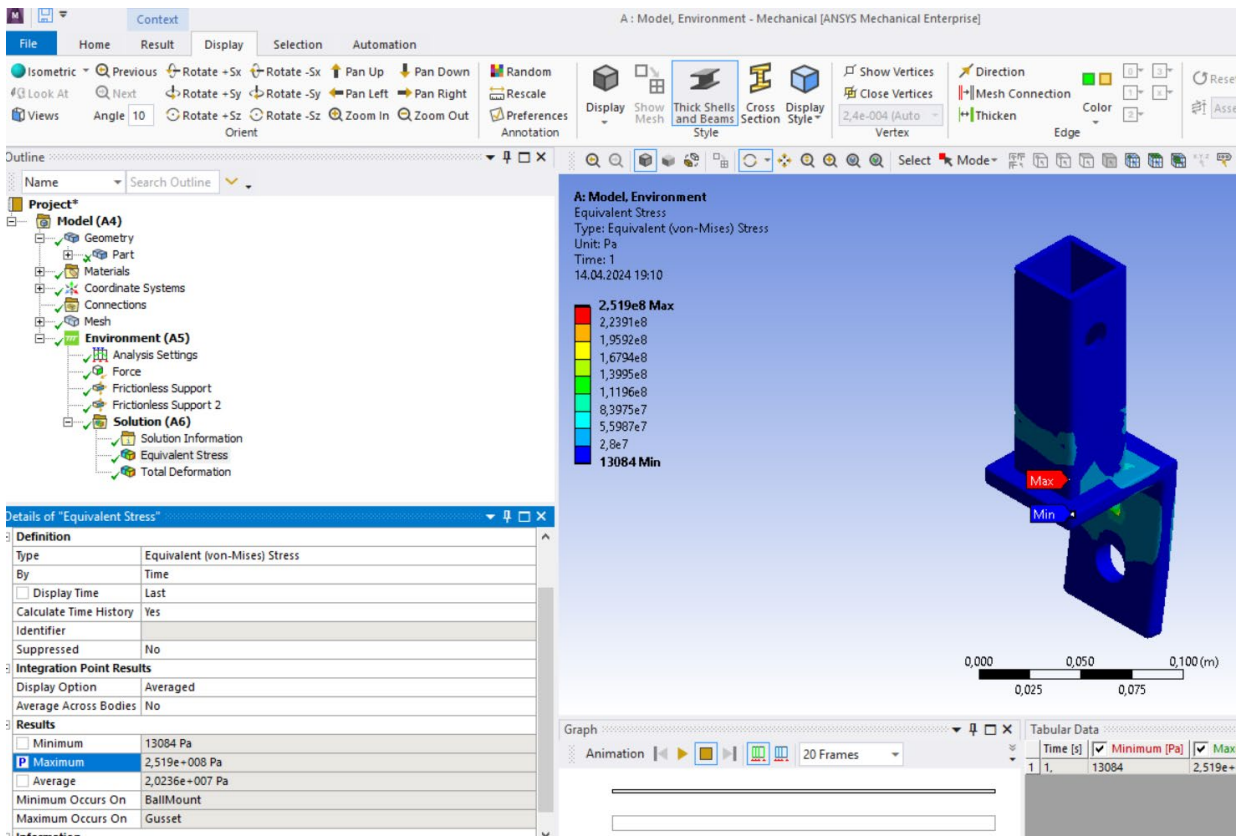

Рисунок 11 – Определение максимальных эквивалентных напряжений в качестве выходного параметра
8. В окне Outline находим Solution (A6) и выбираем Equivalent Stress. Далее в разделе Details под ячейкой Results ставим флажок на Maximum, чтобы определить выходным параметром максимальное эквивалентное напряжение (рисунок 11).